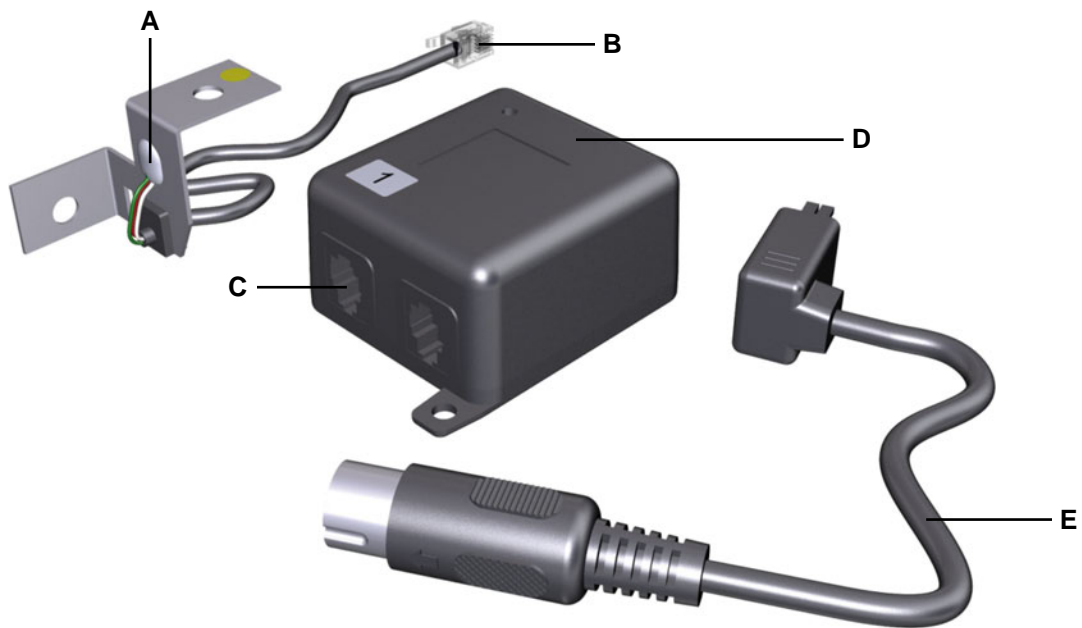

Abbildung 30 Sensoreinheit
- Der Sensor wird sowohl an den Tischrahmen als auch an der Tischplatte befestigt. Die Anlagefläche für die Tischplatte ist mit einem gelben Punkt gekennzeichnet, wie in Abbildung 30 gezeigt.